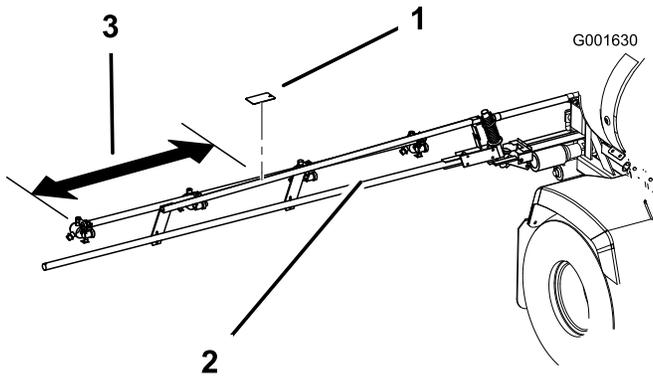
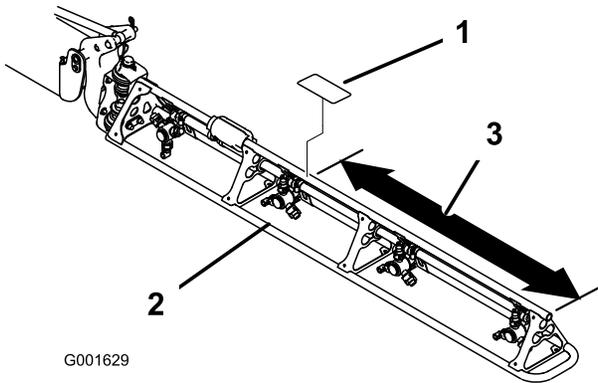

図 10
図 11
1. 図 10 または 図 11 に示すようにブーム先端から測る。
3. デカルの裏紙をはがし、ブームにデカルを貼り付ける (図 10 または 図 11)。